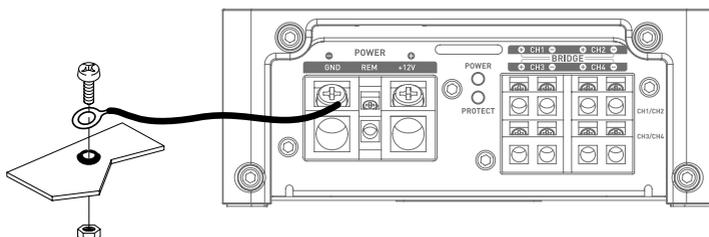

fig. 2
- 10 - Préparez la masse du châssis en grattant toute trace de peinture sur la surface métallique, afin d'assurer une bonne mise à la masse. Les connexions de masse doivent être aussi courtes que possible et **TOUJOURS** connectées à du métal soudé à la carrosserie ou au châssis du véhicule (**fig. 2**). Le point de masse généralement retenu est celui assurant la liaison entre la borne négative de la batterie et le châssis du véhicule.
3.3.2 - Munissez-vous du câble d'alimentation négatif (-). Ce câble doit-être le plus court possible et ne doit idéalement pas dépasser 1 mètre, afin d'assurer une parfaite liaison entre l'amplificateur et le châssis du véhicule. Le câble et sa section doivent être conformes au tableau (paragraphe 3.1.) Trouvez un point de masse adéquat, puis poncez-le pour enlever toute trace de peinture ou autre verni et ainsi optimiser la qualité du contact. Percez la tôle préalablement poncée au diamètre correspondant à la vis choisie en vous assurant qu'aucun passage de câbles réservoir ou autre organe sensible du véhicule ne soit à proximité. Soudez et isolez (grâce à de la gaine thermo-rétractable) le câble de masse sur le départ de câble fourni vers votre amplificateur FPX (**fig. 2**).